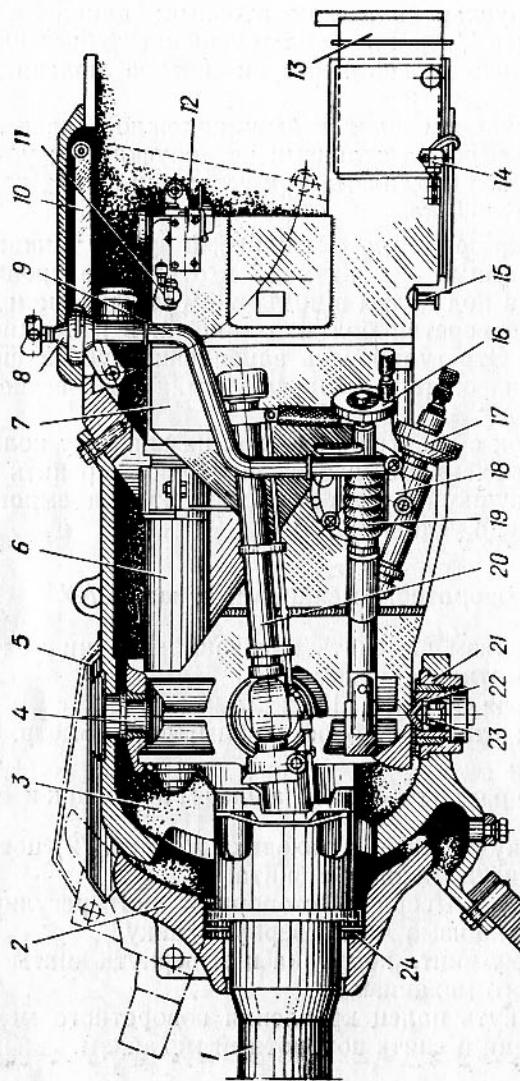

Рисунок 72. Установка пушки самоходно-артиллерийской установки СУ-100:
1. Отвернуть гайку крепления маховика 16 (рис. 72) поворотного механизма 19 и снять маховик с винта.